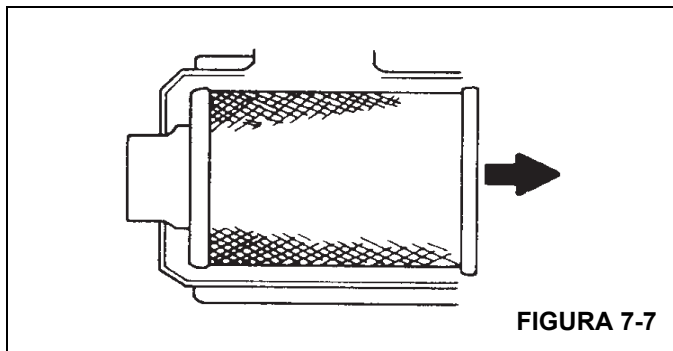

FIGURA 7-7
- b. EVITE DESALOJAR POEIRA DO FILTRO. Puxe cuidadosamente para fora o filtro do tubo de saída e remova-o da carcaça. Evite bater o filtro contra a carcaça (Figura 7-7).